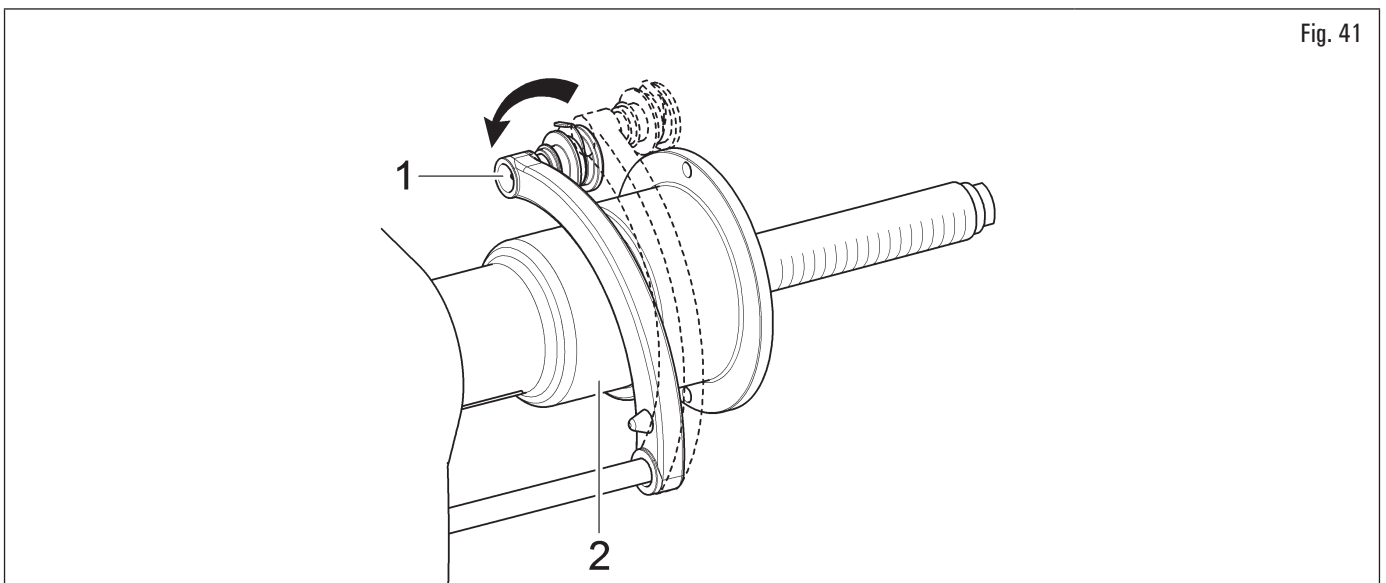

Fig. 41
Portando ripetutamente il braccio del calibro (Fig. 41 rif. 1) a contatto con il mandrino (Fig. 41 rif. 2), il programma passerà ciclicamente da "STATICO" a "STATICO 1" A "STATICO 2", per poi tornare dall'inizio.
1. portando a contatto la pinza di applicazione pesi con la parte interna del cerchio (2 punti di contatto) (vedi Fig. 41) si seleziona il programma "ALU-S";
Portando ripetutamente il braccio del calibro (Fig. 41 rif. 1) a contatto con il mandrino (Fig. 41 rif. 2), il programma passerà ciclicamente da "ALU-S" a "ALU-S1" a "ALU-S2", per poi tornare dall'inizio.